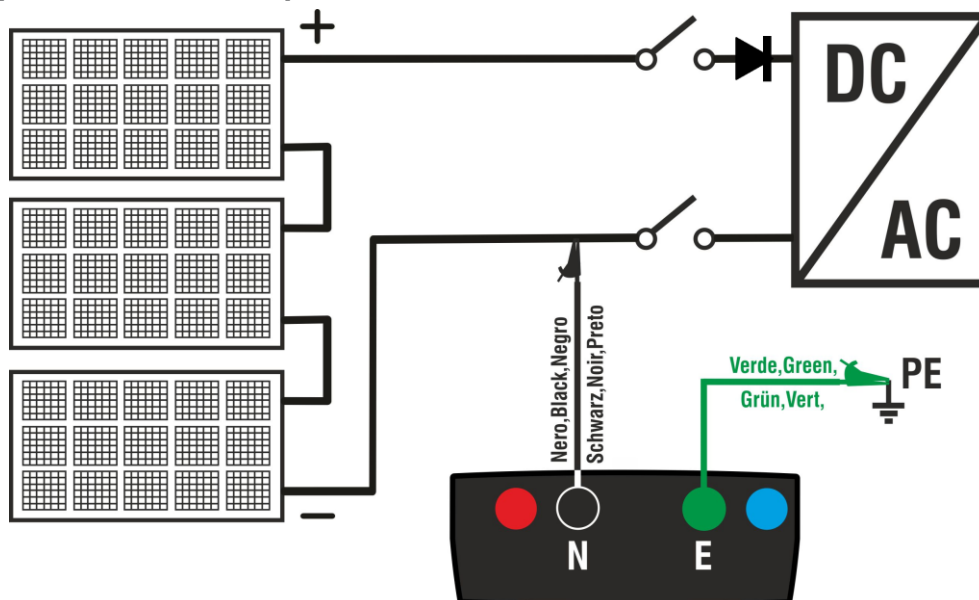

Fig. 7: Ligação do instrumento para medição de isolamento no modo TMR
8. Ligue o instrumento ao string PV em teste, conforme mostrado na Fig. 7. O teste também pode ser executado em várias strings em paralelo umas com as outras. Lembre-se de que quaisquer pára-raios conectados aos cabos do string/strings também devem ser desconectados e que é aconselhável medir a montante de quaisquer diodos de bloqueio